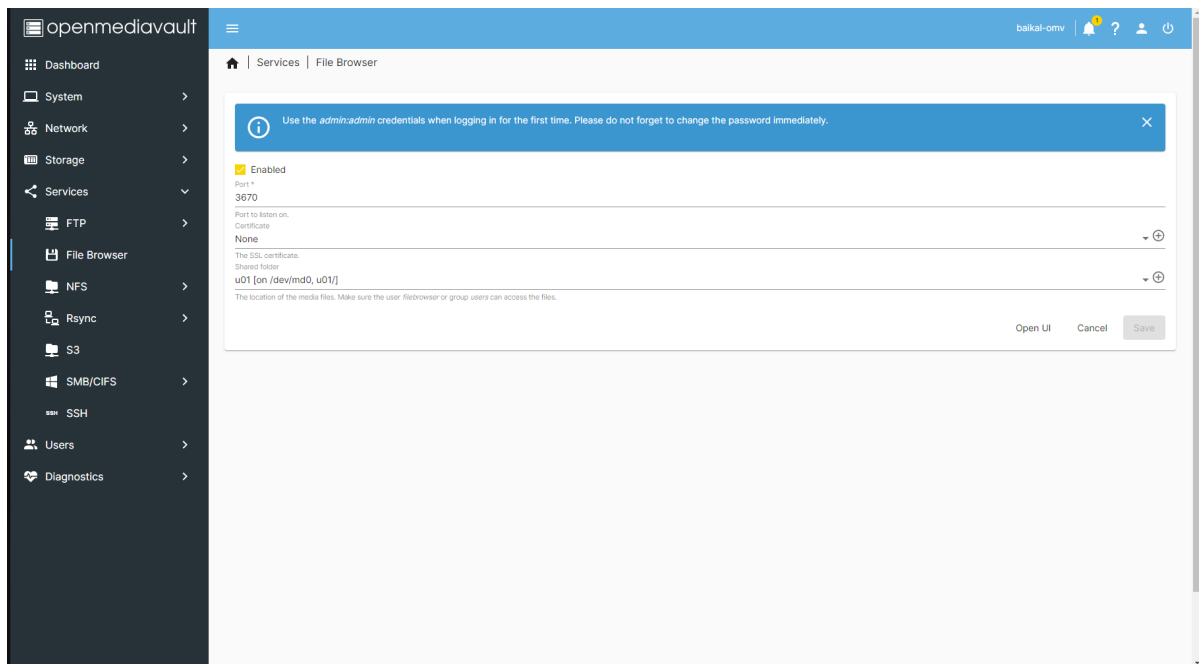

Рис. 71. Окно «File Browser»
- 2) В OpenMediaVault перейдите во вкладку «Services» → «File Browser» в данной вкладке предоставляется доступ к интерфейсу управления файлами. Кнопка «Open UI» позволяет зайти в интерфейс управления файлами. Окно «File Browser» показано на рис. 71 Окно «File Browser»